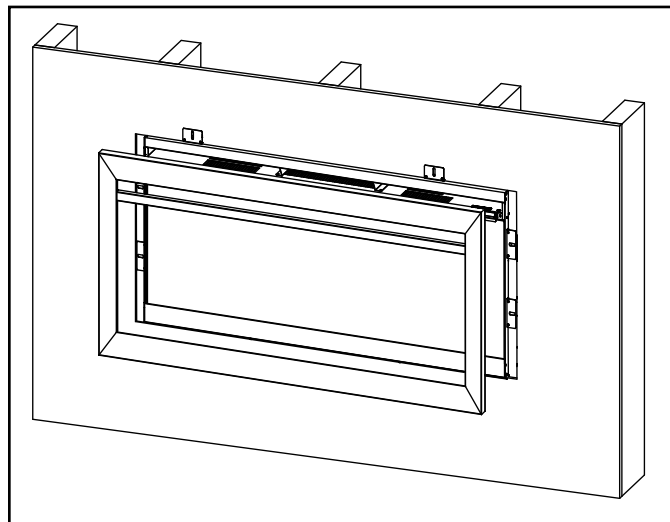

Figure 4.12 : Alignez la garniture avant avec l'appareil
4. Installez le verre en plaçant le bord inférieur dans le canal de l'appareil. Inclinez le haut du verre vers l'arrière jusqu'à ce qu'il entre en contact avec l'appareil. Fixez le bord supérieur du verre à l'aide des supports de fixation en utilisant trois (3) vis ST4x8 par support. Le nombre de supports de fixation varie en fonction de la taille de l'appareil.
5. Une fois le verre installé sur l'appareil, la garniture avant peut être posée. Alignez la garniture avant avec les languettes de l'appareil. Engagez la garniture avant avec les languettes. Voir les figures 4.12 et 4.13.